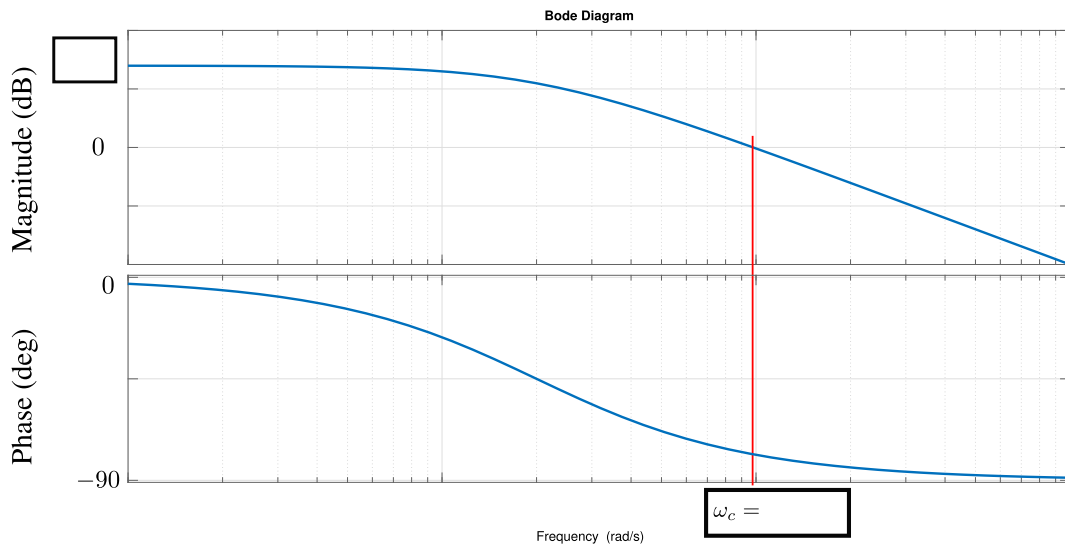

Figura 5: Resposta em frequência da planta.
- Complete os quadros da Figura 5. Nota: Considerou-se que a dinâmica do sistema é de primeira ordem devido aos resultados observados no Laboratório 3.